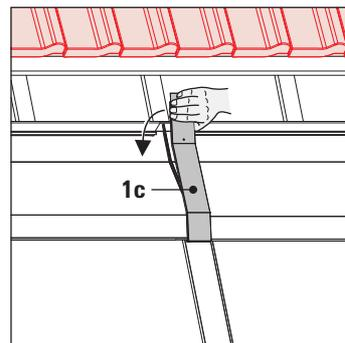

Fig. 3-55 Fase di lavoro 13
13. Sospendere il listello di copertura (1c) al di sopra del listello di inserimento delle lamiere di copertura superiori (fig. 3-55).